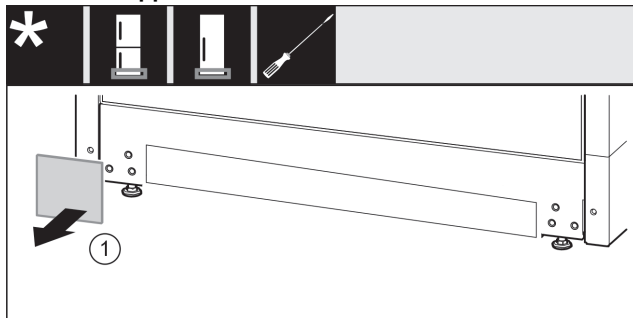

Fig. 13
- Retirer le cache. Fig. 13 (1)